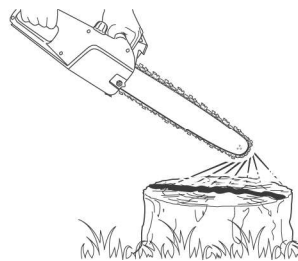

Fig. 18
- > Certifique-se de que a lâmina-guia (4) e a corrente (3) se encontram bem instaladas quando verificar o abastecimento do óleo.
- > Ligue o motor; mantenha-o a trabalhar a uma potência média e verifique se o óleo da corrente é enviado como exemplificado na figura (Fig. 18).